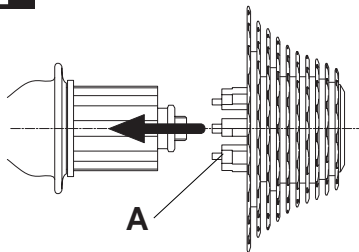
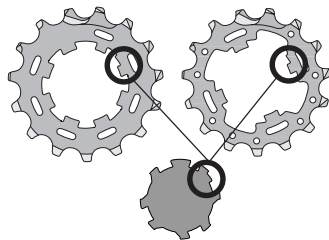

Fig. 5
Fig. 6
- I pignoni sono preassemblati e fasati sul supporto in resina (A - Fig. 5).
- Inserite il supporto sul fianco del corpetto ruota libera, allineate i profili scanalati, spingete i pignoni sul corpetto RL ed estraete il supporto (A) dal mozzo.
- Nel caso di montaggio senza il supporto in resina, inserite i pignoni sciolti sul corpo porta pignoni del mozzo facendo coincidere il profilo di entrambe le scanalature come illustrato. Il profilo del corpo ruota libera con due scanalature asimmetriche (Fig.6) rende la fasatura dei pignoni automatica in quanto c'è solo una possibilità di montaggio.
- The sprockets are pre-assembled and timed on the plastic support (A - Fig. 5).
- Insert the support on the side of the freewheel body, align the spline patterns, press the sprockets onto the freewheel and extract the support (A) from the hub.
- In the event of assembly without the plastic support, position the individual sprockets on the hub body by aligning the profile of both grooves as illustrated in Figure 6. The profile of the freewheel body with two asymmetrical grooves (Fig. 6) ensures automatic sprocket timing since there is only one assembly option.
- Die Ritzel sind auf der Plastikhalterung (A - Abb. 5) zu einer Einheit zusammengefaßt und bereits in der richtigen Phasenstellung aufgesteckt.
- Die Halterung seitlich auf den Freilaufkörper setzen, die Aufsteckprofile ausrichten, die Ritzel auf den Freilaufkörper schieben und die Halterung (A) aus der Nabe ziehen.
- Falls die Ritzel ohne die vorgesehene Montagehalterung aufgesteckt werden, die einzelnen Ritzel so aufsetzen, daß die inneren Ritzelprofile wie abgebildet mit dem Freilaufkörper zusammenpassen. Handelt es sich bei der Nabe um die Ausführung mit den zwei asymmetrischen Profilen (Abb. 6), ist die Phasenstellung der Ritzel automatisch, da es nur eine Möglichkeit der Montage gibt.
- Les pignons sont préassemblés et réglés sur le support en résine (A - Fig. 5).
- Introduisez le support sur le côté du corps RL, alignez les profils rainurés, poussez les pignons sur la roue libre et retirez le support (A) du moyeu.
- En cas de montage sans le support en résine, monter les pignons en vrac sur le corps de roue-libre du moyeu en faisant coïncider les différents profils cannelés comme illustré. Le profil du corps roue libre moyeu avec deux rainures asymétriques (Fig.6) rend le réglage des pignons automatique car il n'y a qu'une seule possibilité de montage.
- Los piñones vienen preensamblados y fasados en el soporte en resina (A - Fig. 5).
- Montar el soporte en el costado del cuerpo RL, alinear los perfiles ranurados, empujar los piñones en la rueda libre y extraer el soporte (A) del buje.
- Para el montaje sin el soporte en resina, meter los piñones sueltos en el cuerpo portapiñones del buje, haciendo coincidir el perfil de todos ellos con el rebaje, como en la ilustración. El perfil del cuerpo de la rueda libre buje dispone de dos ranuras asimétricas (Fig.6), los piñones se ponen en fase automáticamente, dado que sólo hay una posibilidad de montaje.
- De cassette is voorgemonteerd op een geleider (A - Fig. 5).
- Plaats de geleider op de zijkant van de body zodanig dat de uitsparingen in 1 lijn staan. Druk de tandwielen op de body en haal de geleider (A) van de naaf.
- Indien de kransjes niet vanaf de plastic houder worden gemonteerd, kunnen deze één voor één op de cassette body worden geplaatst. Het binnenprofiel van de kransjes blijft daarbij in lijn met de gleuven in de cassettebody, zoals in het diagram is geïllustreerd. Als de body een model is met twee asymmetrische vlakke delen (Fig. 6) is de positie van de tandwielen automatisch goed omdat de assemblage maar op één manier mogelijk is.